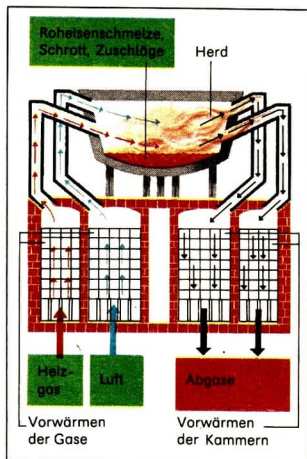

Abb. 53 Schematische Darstellung eines Siemens-Martin-Ofens
- ① Entwickle die Reaktionsgleichung für die chemische Reaktion von Silicium und Schwefel mit Sauerstoff zu Siliciumdioxid und Schwefeldioxid!
- ② Bestimme die Teilreaktionen der Redoxreaktion von Eisen(III)-oxid mit Kohlenstoff!
- ③ Warum entsteht im Unterschied zu den früher eingesetzten Öfen beim Hochofen kein Stahl?
- ④ Erkläre die Verkürzung der Zeit für das Blasen im Konverter, wenn reiner Sauerstoff eingeblasen wird!
- ⑤ Einfüllen, Blasen und Entleeren eines 300-t-Sauerstoffkonverters dauert 35 Minuten. Berechne die Tagesleistung dieses Konverters!
- ⑥ Warum müssen Konverter nicht beheizt werden?
**Siemens-Martin-Ofen als Reaktionsapparat.** Das Herdfrischen wird in der DDR vorwiegend in **Siemens-Martin-Öfen** durchgeführt. Je nach Größe faßt ein Siemens-Martin-Ofen bis zu 900 t flüssiges Metall. Siemens-Martin-Öfen arbeiten in den Stahlwerken Riesa, Hennigsdorf und Brandenburg. Die Öfen arbeiten nach dem Schrott-Roheisen-Verfahren und werden mit 65...80% Schrott beschickt. ①
In einem muldenförmigen flachen Herd werden das Roheisen, der Schrott und die Zuschläge zusammen geschmolzen. Als Brennstoff dient Heizgas (Abb. 53). Getrennt werden in Kammern Heizgas und Luft vorgewärmt und danach in den Herdraum geleitet. Hier findet die Verbrennung des Heizgases statt. Durch die dabei abgegebene Wärme schmelzen die Ausgangsstoffe. Das Schmelzbad wird auf eine Temperatur bis zu 1800°C erhitzt. Die entstehenden Gase durchmischen die Schmelze. Der Abstich des Siemens-Martin-Ofens erfolgt periodisch. ② ③